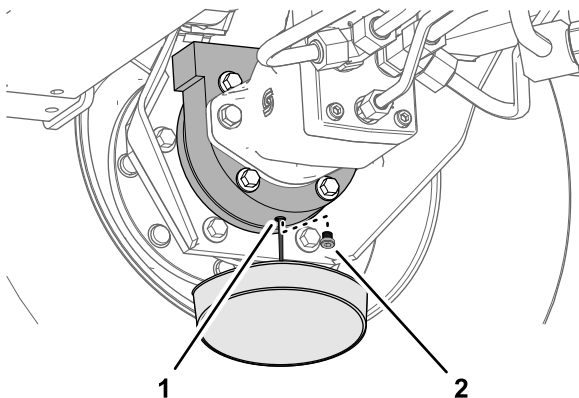

Figura 69
6. Mettete una bacinella sotto la scatola del freno, togliete il tappo di spurgo e lasciate defluire completamente l'olio (Figura 69).